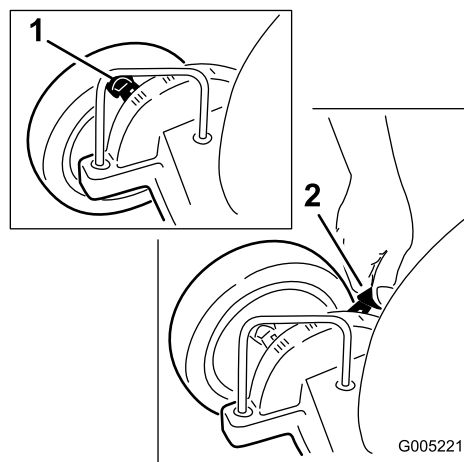
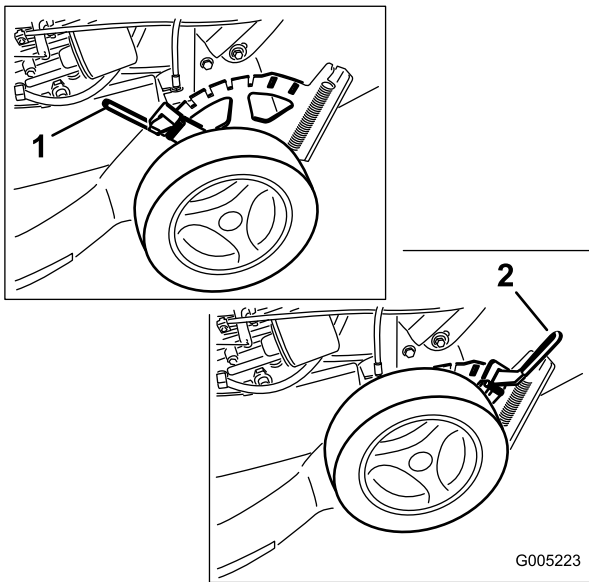

Figure 16
Figure 17
Les roues avant se règlent individuellement avec le levier de réglage de hauteur (Figure 16). Les roues arrière se règlent ensemble avec le levier de réglage de hauteur situé au-dessus de la roue arrière gauche (Figure 17).
1. Tirez les leviers de réglage de hauteur vers les roues (Figure 16) jusqu'à la position voulue.
1. Tirez le levier de réglage de hauteur des roues arrière (Figure 17) vers l'extérieur jusqu'à la position voulue.